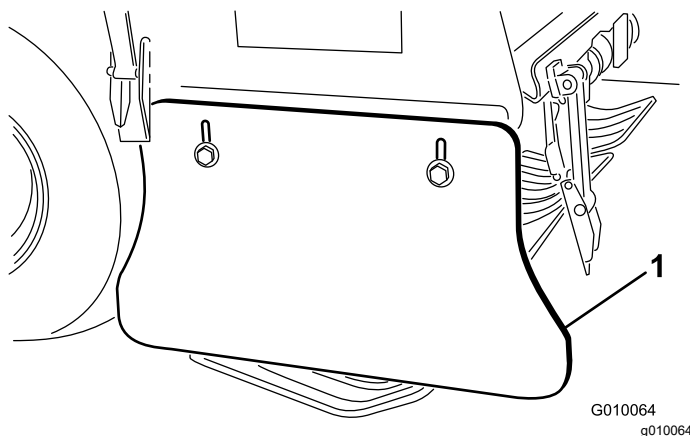

Figura 67
2. Allentate i bulloni e i dadi di fissaggio del deflettore laterale al telaio (Figura 67).